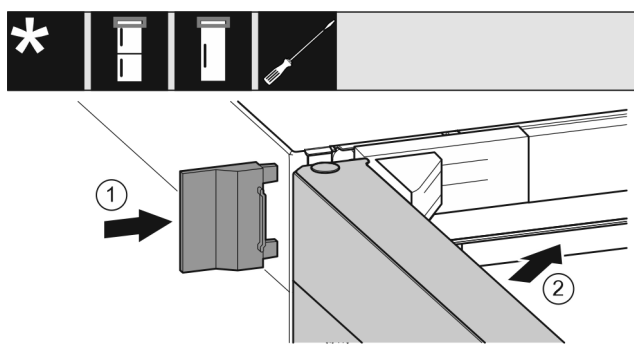

Fig. 64
- ▶ 插入外盖 Fig. 64 (1)。
- ▶ 关闭冰箱上方门 Fig. 64 (2)。